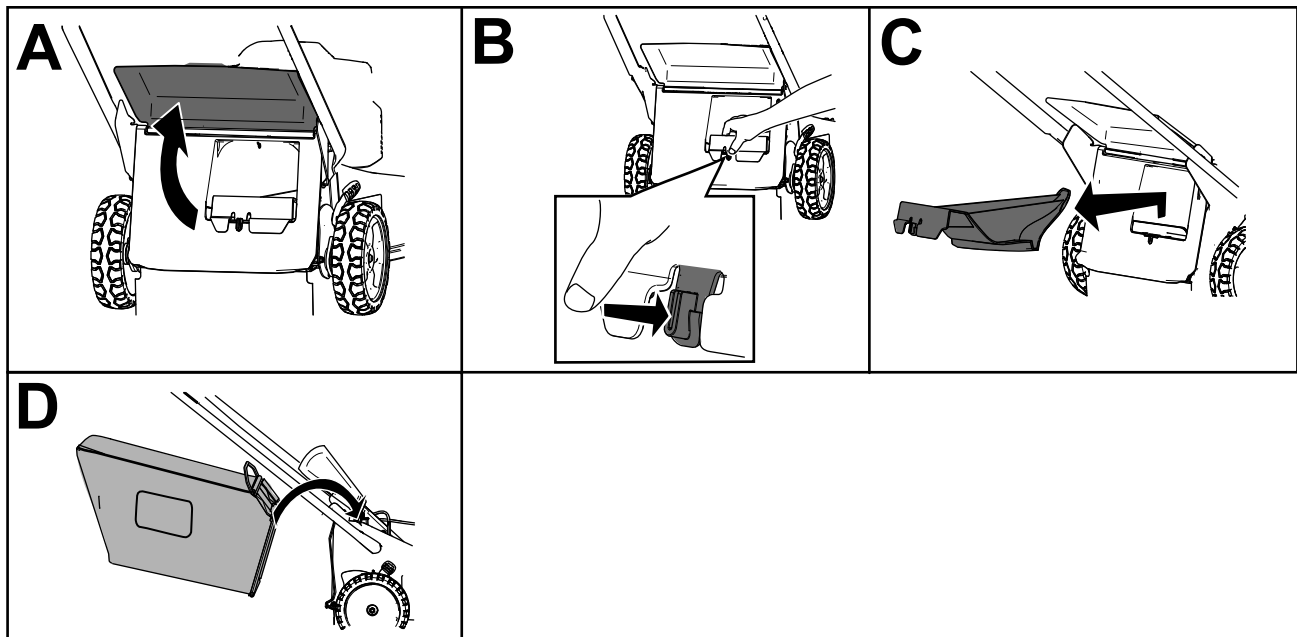

Bild 18
Hinweis: Drehen Sie den Hebel an der Klappe nach rechts, um die Klappe zu lösen (Bild 18).
3. Heben Sie das hintere Ablenkblech an und halten Sie es hoch (A in Bild 18).
4. Drücken Sie zum Entfernen der Heckauswurfklappe mit dem Daumen auf den Riegel und ziehen die Klappe aus der Maschine (B und C in Bild 18).
5. Setzen Sie die Enden der Fangkorbstange in die Kerben an der Unterseite des Holms ein und bewegen den Fangkorb nach vorne und hinten, um sicherzustellen, dass die Enden der Stange richtig in den Kerben sitzen (D in Bild 18).
3. Nehmen Sie die Fangkorbstange am Fangkorb aus den Kerben an der Unterseite des Griffs (A von Bild 18).
4. Setzen Sie die Heckauswurfklappe ein (B in Bild 18).
5. Senken Sie das hintere Ablenkblech ab (C in Bild 18).